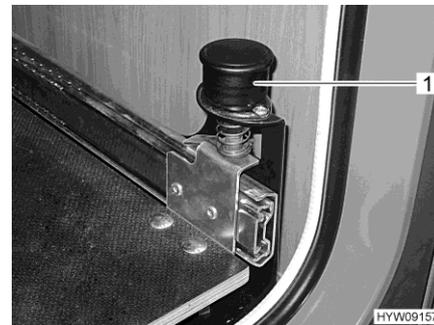

Fig. 92 Bouton avec arrêt à gaz
- Tirer le bouton (Fig. 92,1) vers le haut. L'extension du compartiment à gaz est déverrouillée.